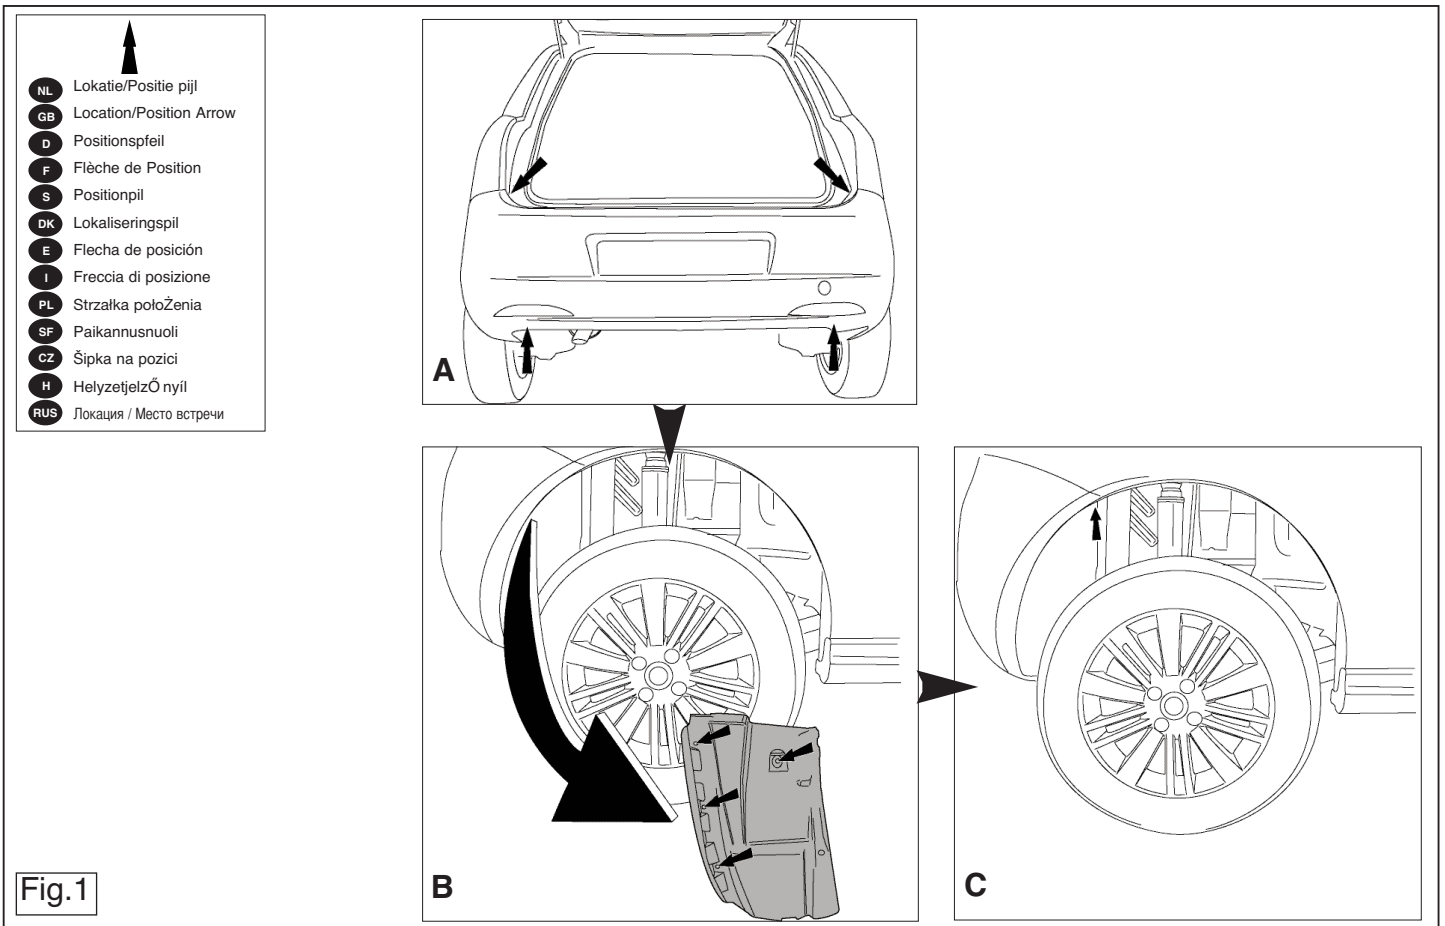

Fig.1
1. Remove the bumper and the steel buffer beam from the vehicle. The buffer beam will no longer be needed. (see fig. 1).
2. De bedrading van de kentekenplaatverlichting los maken. (zie fig. 2) de stootbalk wordt niet meer gebruikt. (zie fig. 1).
1. Die Stoßstange einschließlich des stählernen Stoßbalkens vom Fahrzeug abmontieren. Der Stoßbalken wird nicht mehr benötigt. (siehe Abb. 1).